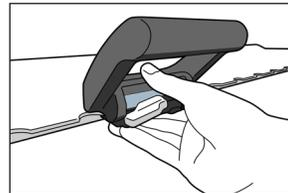

Abb. 6
1. Stellen Sie sicher, dass sich Hebel in der entriegelten Position befindet (Abb. 6).